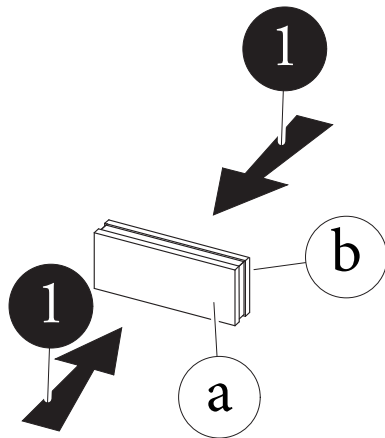

Fig. 4
1) Prendere i pezzi di fettuccia (a) e (b) ed unirli come illustrato in Fig. 4.